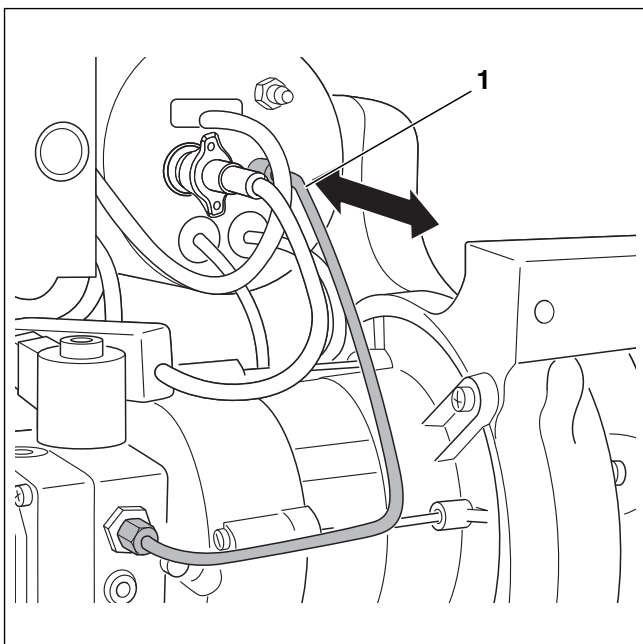

Bild 24 Korrekten Sitz des Mischsystems prüfen
- ▶ Ölzuleitung (→ Bild 24, [1]) ca. 5 mm herausziehen und loslassen.